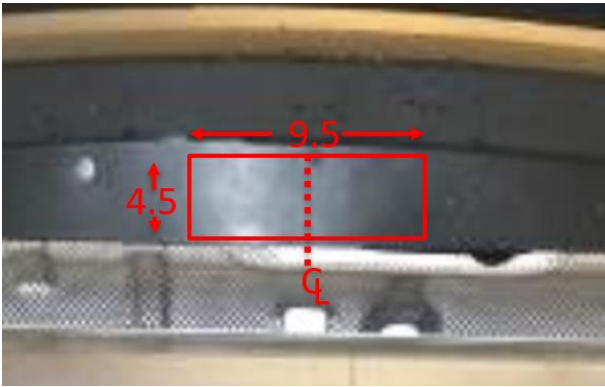

Figure 3
4. **Découpage et réinstallation du carénage** – Marquer la ligne de centre sur le carénage et découper la zone du carénage selon la **Figure 3**. * Ne coupez pas sur la zone du support du capteur. Réinstaller toute la visserie et le carénage enlevés à l'étape 1.